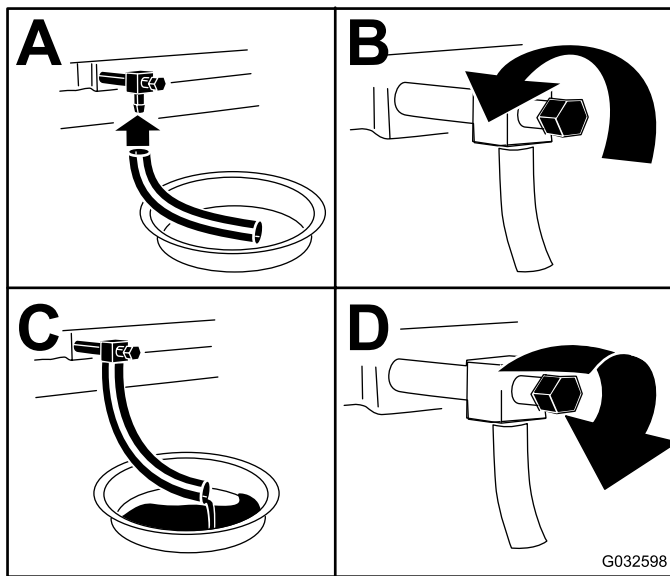

Figure 44
3. Avant de quitter la position d'utilisation, coupez le moteur, enlevez la clé de contact et attendez l'arrêt complet de toutes les pièces mobiles (**Figure 44**).
4. Vidangez l'huile moteur, comme montré à la **Figure 44**.